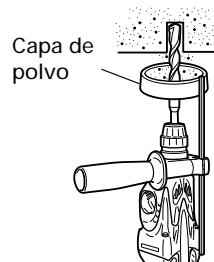
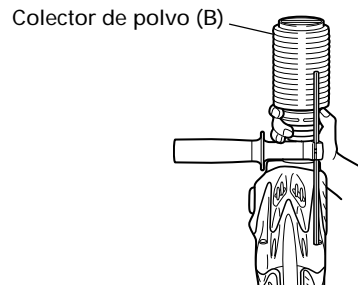

Fig. 4
Fig. 5
## 7. Cuando instale la copa de polvo o el lector de polvo (B) (Accesorios facultativos) (Fig. 4, Fig. 5)
Emplee la copa de polvo instalando la broca como se muestra en la Fig. 4.
- Instalación del colector de polvo (B)
Para emplear el colector de polvo (B), insértelo desde la punta de la broca alineándolo con la ranura de la empuñadura (Fig. 5).